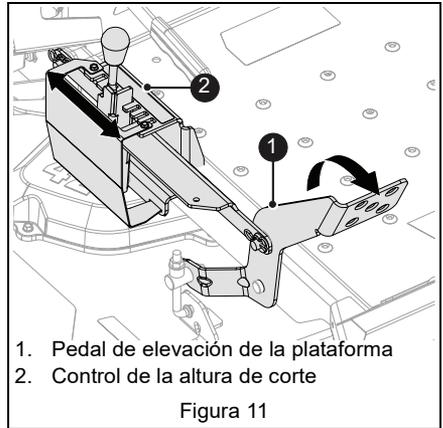

Figura 11
5. Ajuste la altura de corte. Consulte Figura 11.